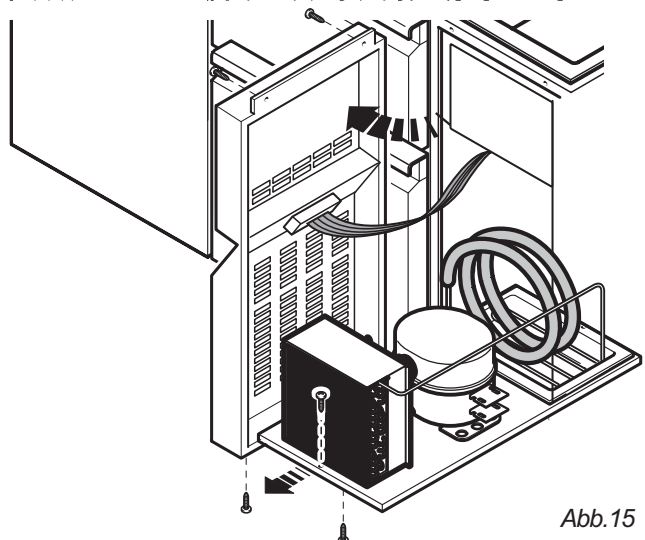

Abb.15
• **Abnahme der Kondensatoreinheit (Abb.15)**